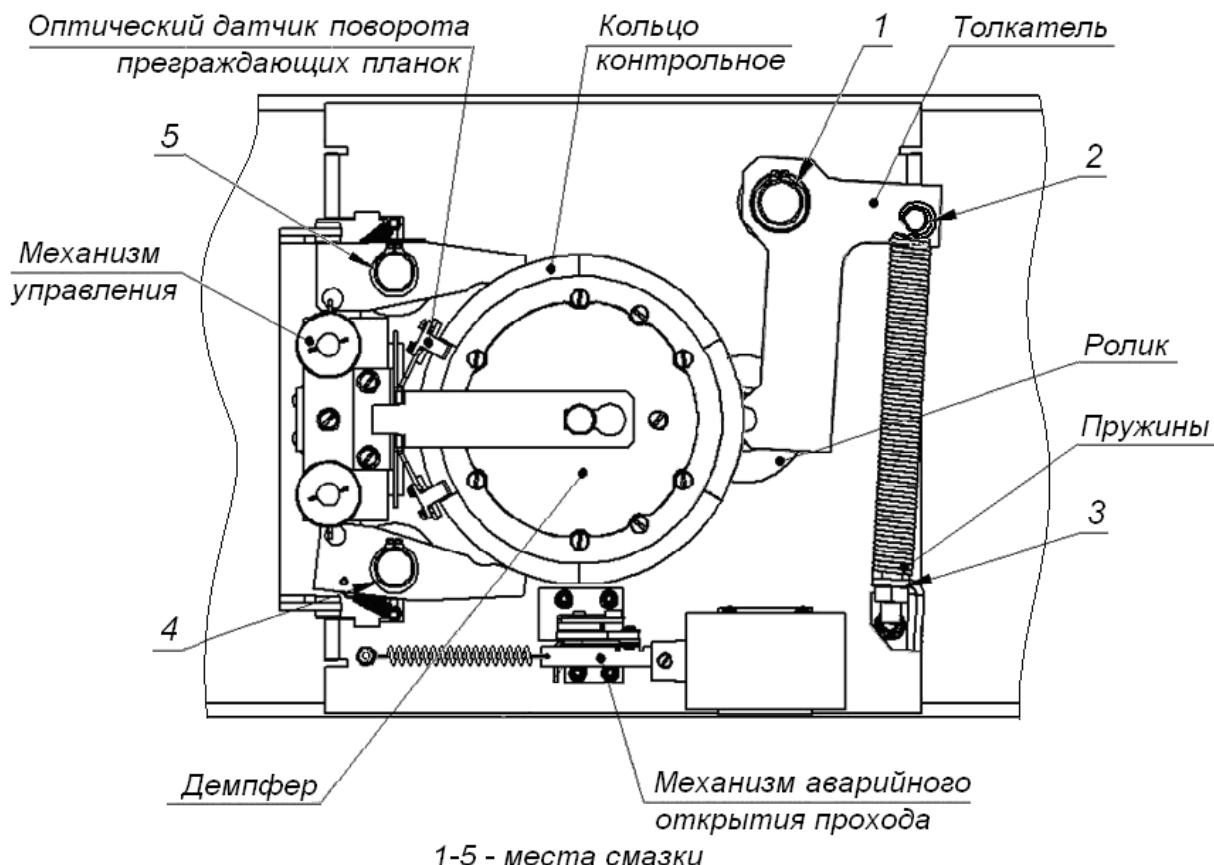

Рисунок 16. Расположение внутренних деталей и узлов механизма турникета
- Снимите крышку (3) в порядке, указанном в разд. 6.
- Осмотрите устройство доворота (толкателем, пружины и ролик), оптические датчики поворота преграждающих планок и демпфирующее устройство (см. рис. 16).
- Выполните смазку узлов трения механизма турникета смазкой ШРУС-4. Не допускайте попадания смазки на поверхность кольца диска контрольного и на ролик. Смазку производите в следующих точках (см. рис. 16):
11. Проверьте крепление преграждающих планок (5) в шарнирных узлах турникета и, при необходимости, подтяните крепежные винты.
13. Установите на место крышку (3) (см. разд. 6) и зафиксируйте ее винтом.